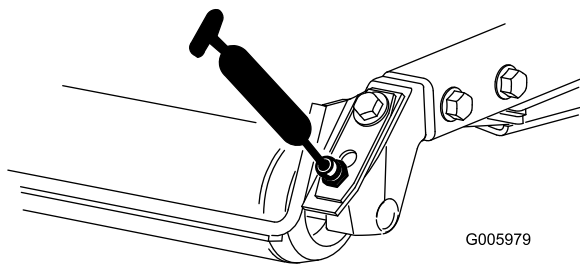

Figure 63
- Roulements de rouleau arrière (2 par plateau de coupe), comme montré à la Figure 63.